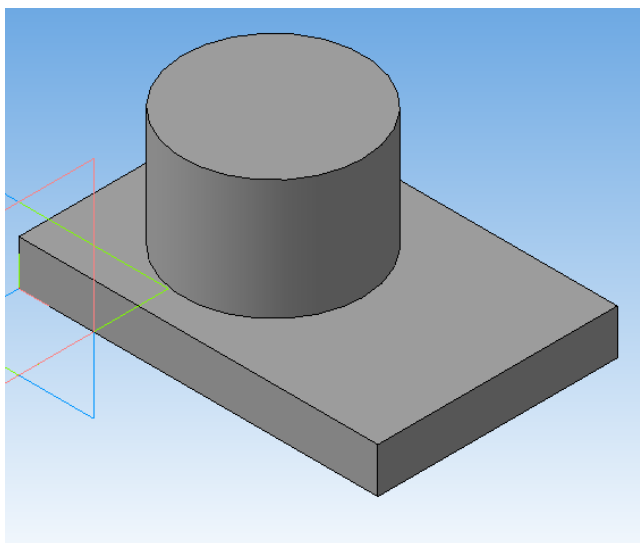

Рисунок 32.
8. Выполните «Операцию выдавливания» и вытяните ваш эскиз окружности, указав в параметрах «На расстояние» и размер **40мм** (рисунок 32).